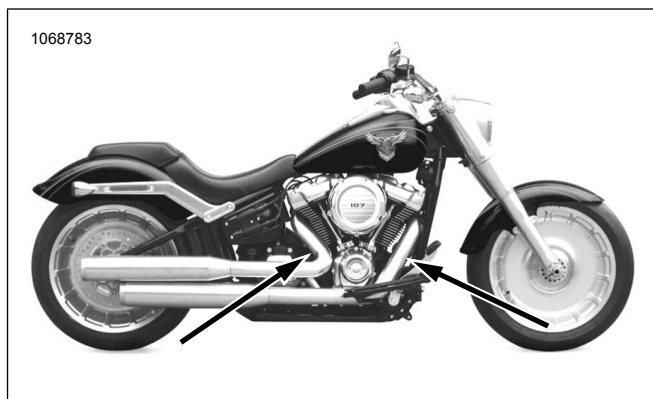

Figure 22. Mga Lokasyon ng Oxygen Sensor (Inboard na Bahagi ng mga Exhaust Pipe)
Tingnan ang Figure 22, Figure 52 at Talahanayan 5 Ikabit ang mga sensor ng wide band oxygen (2). Gamit ang Oxygen Sensor Socket (Piyesa Blg. HD-48262-A) higgitan sa: